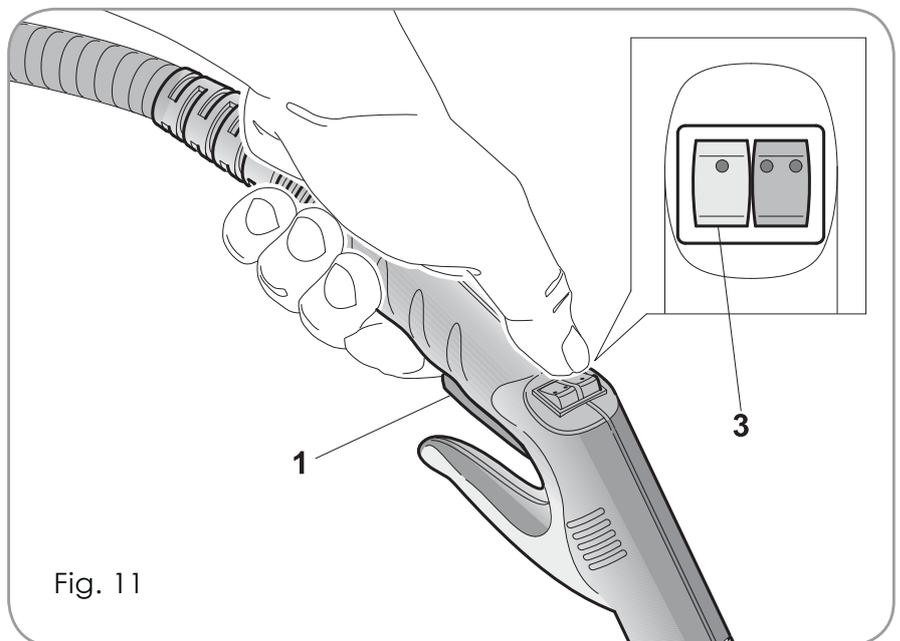

Fig. 11
Pulse el botón 3 (fig. 11) para activar o desactivar la función de detergente.
Presione la palanca (1) en el asa para activar la descarga de vapor y detergente hasta soltarla (Fig.11)